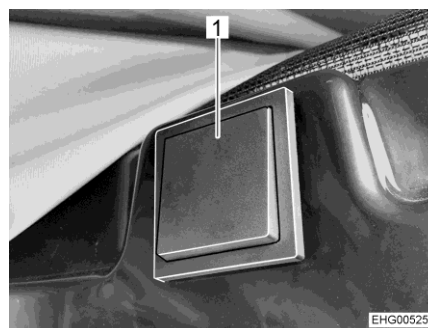

Fig. 37 Touche pour le déverrouillage électrique
La touche de déverrouillage électrique (Fig. 37) est placée du côté droit dans la zone au-dessus de la porte coulissante.
- Appuyer pendant au moins 2 secondes sur la touche (Fig. 37,1).